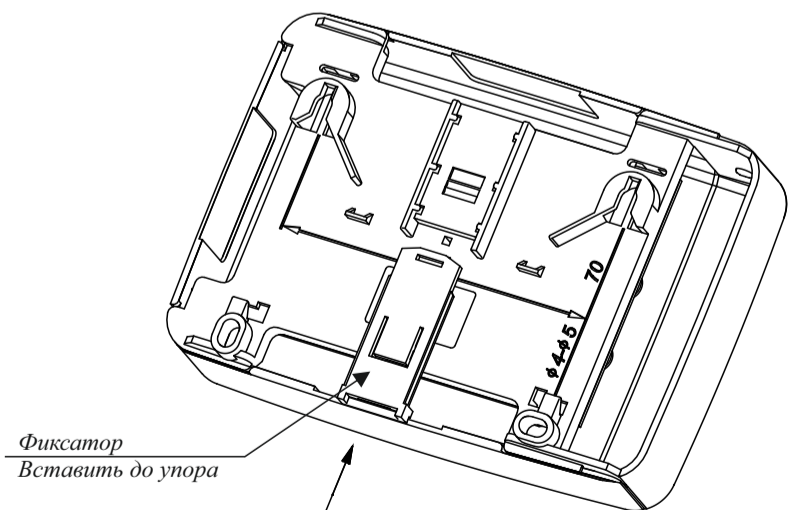

Рисунок 6
- в направляющие основания вставить фиксатор, входящий в комплект поставки (рисунок 6),